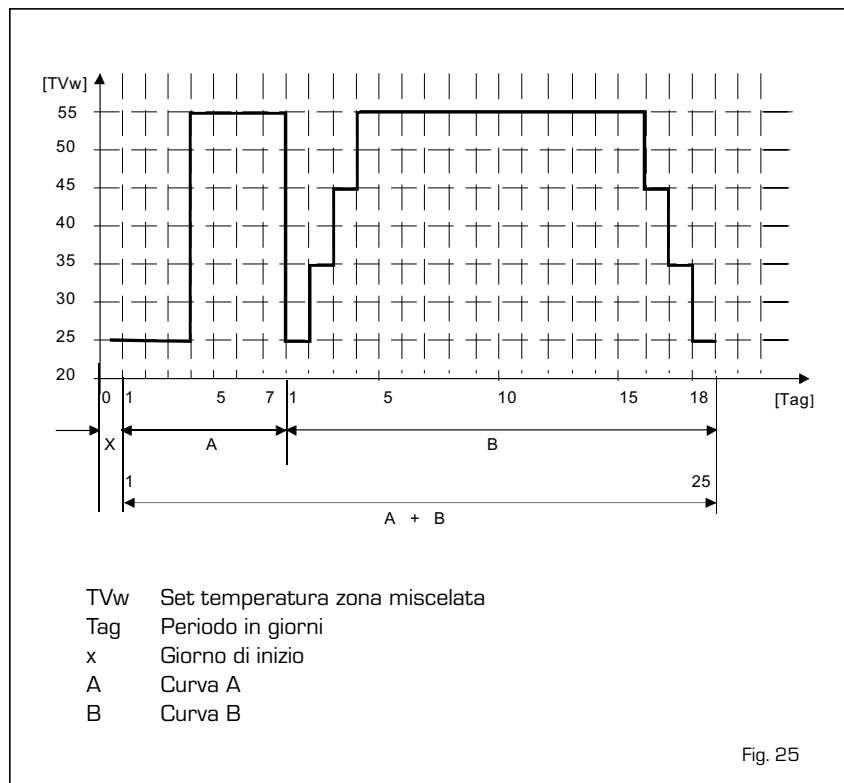

Fig. 25
4.5.6 Funzione asciugatura massetto (fig. 25)